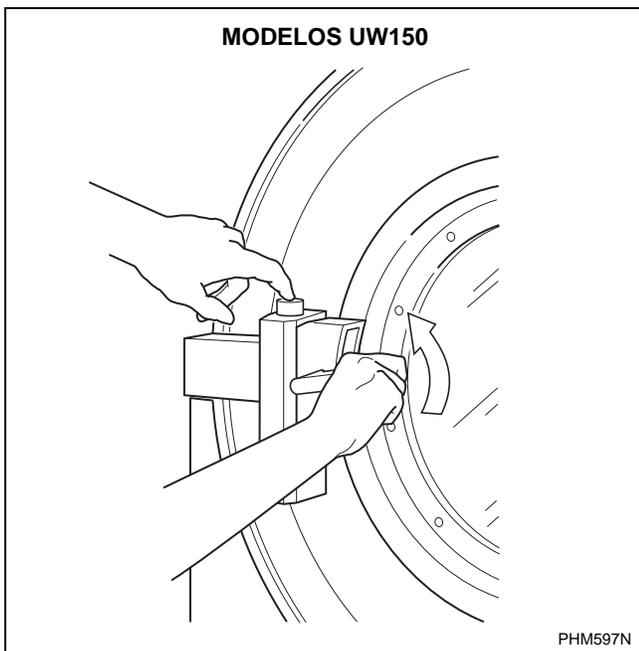

Figura 23
- En los modelos UW150, use la mano izquierda para presionar y mantener presionado el botón de desbloqueo de la puerta situado en la caja de la puerta. Consulte la *Figura 23*.
- En los modelos UW150, use la mano derecha para girar el asidero de la puerta en el sentido contrario a las agujas del reloj, y tire de la puerta hacia la derecha para abrirla. Consulte la *Figura 23*.